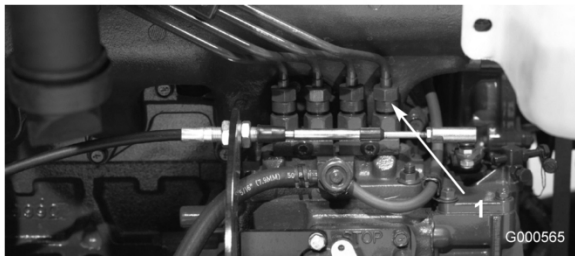

図 40
1. 燃料噴射ポンプのNo.1インジェクタ・ノズル（図40）へのパイプ接続部をゆるめる。